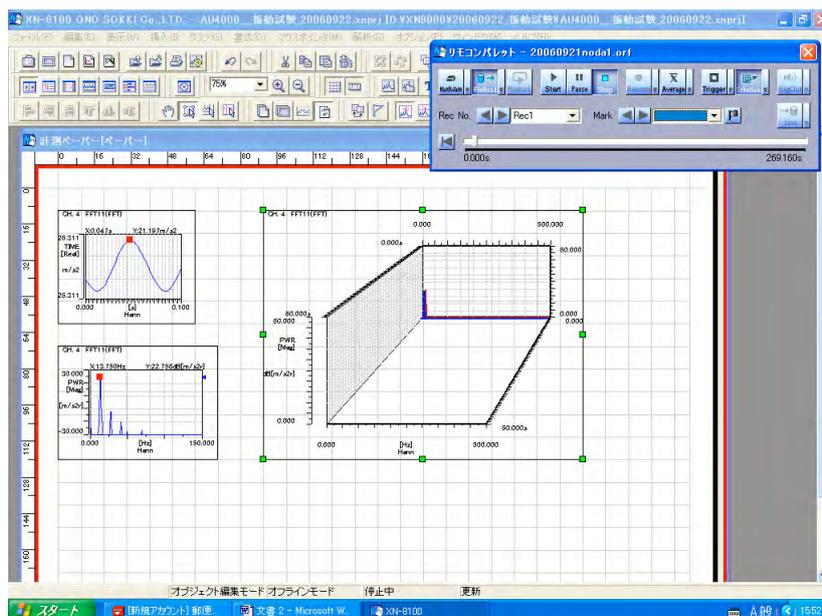

図 3
8. リモコンパレットの【Start】ボタンを on し、仮測定を行います（図 3）。